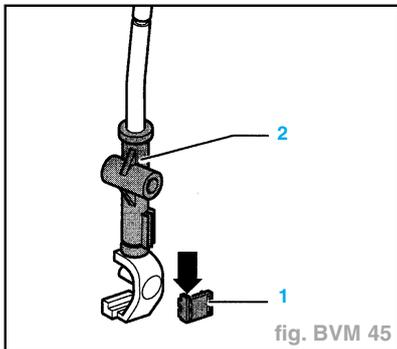

fig. BVM 45
- le tourillon (flèche) sur le damper (**1**) est dirigé vers le guidage du levier de vitesses (**2**) (fig. BVM 45).